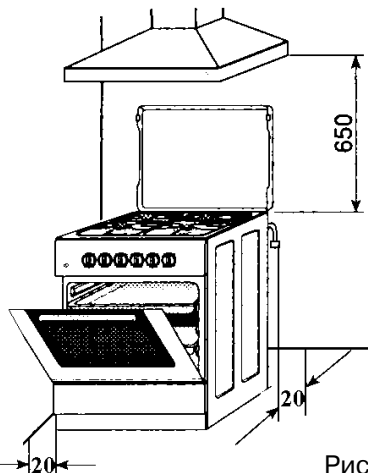

Рис. 2
6.3 Установка плиты на кухне производится в соответствии с рис.2. где указаны минимальные расстояния от выступающих элементов плиты до боковых и задней стенок и оптимальное расстояние до вытяжного устройства.